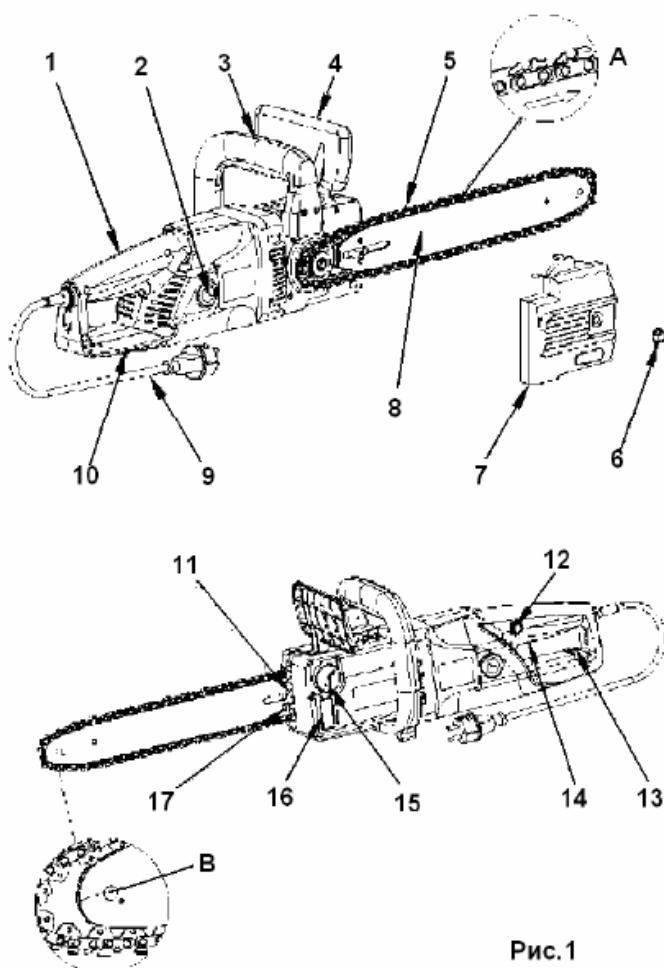
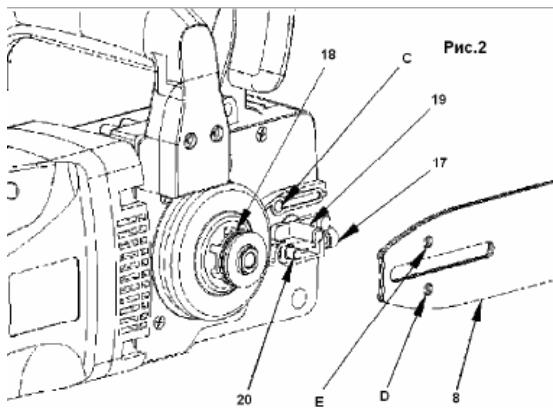

Рис.1
Рис.2
Если вы видите следы масла на цепи , то пила работает нормально. Если на цепи масло отсутствует, то прочистьте масловыпускное отверстие (Рис.2), верхнее отверстие шины и шланг подачи масла, или обратитесь в сервисный центр.
Направляющая шина и пильная цепь поставляются отдельно (в разборном виде). Сначала открутите крепежный винт (6 Рис.1) и снимите крышку, закрывающую натяжной механизм направляющей шины пилы (7 Рис.1). Нижний болт натяжения (20 Рис.2), должен находиться по центру прорези направляющей шины. Если необходимо, более точно отрегулируйте натяжение цепи с помощью винта (17 Рис.2).
Всегда используйте специальные перчатки для защиты рук при монтаже цепи, проверке натяжения, сборке и разборке. Перед монтажом цепи на направляющую шину, проверьте направление режущих зубцов цепи (заточенная сторона зубцов). Направление движения цепи, указано на крышке (7) (Рис 3). Для того, чтобы определить направление пиления, если необходимо, переверните ее (5). Надевая цепь на шину, держите пилу с направляющей шиной (8) вертикально, концом шины вверх (5). Монтаж цепи начинайте с наконечника шины (8). Монтаж цепи на шину начинайте следующим образом: Установите направляющую шину с пильной цепью на болт (19) и на болт регулировки натяжения цепи (20). Наденьте цепь на звездочку (18) Проверьте еще раз правильное направление установки цепи (См. Рис. 1). Наденьте крышку (7 Рис.1), и закрутите крепежную гайку (6 Рис.1) гаечным ключом. Теперь цепь смонтирована на направляющую шину правильно.
Убедитесь, что цепь (5) находится в пазе направляющей шины (8) (Рис.1 а). Используя шестигранный ключ, поверните винт регулировки натяжения цепи (17) по часовой стрелке до тех пор, пока цепь не будет правильно натянута. Во время затягивания винта (20), направляющую шину необходимо держать вертикально вверх. Проверьте натяжение цепи еще раз (См. Рис. 3). Не натягивайте цепь очень туго. В холодную погоду цепь должна приподниматься от направляющего бруска приблизительно на 5 мм. Затяните туго контргайку (6).
Чтобы предотвратить попадание грязи в масляный бачок, протрите крышку бачка (22) перед тем как ее открыть. Следите за уровнем масла в масляном бачке в процессе пиления , уровень масла смотреть в окошечке (16 Рис.1, 4). После доливки масла, плотно закрутите крышку бачка и вытрите пролитое масло.